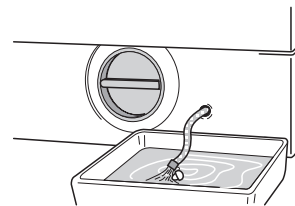

图2
4. 将紧急排水软管 (B) 放在容器里，并打开罩盖 (见右图2所示)；